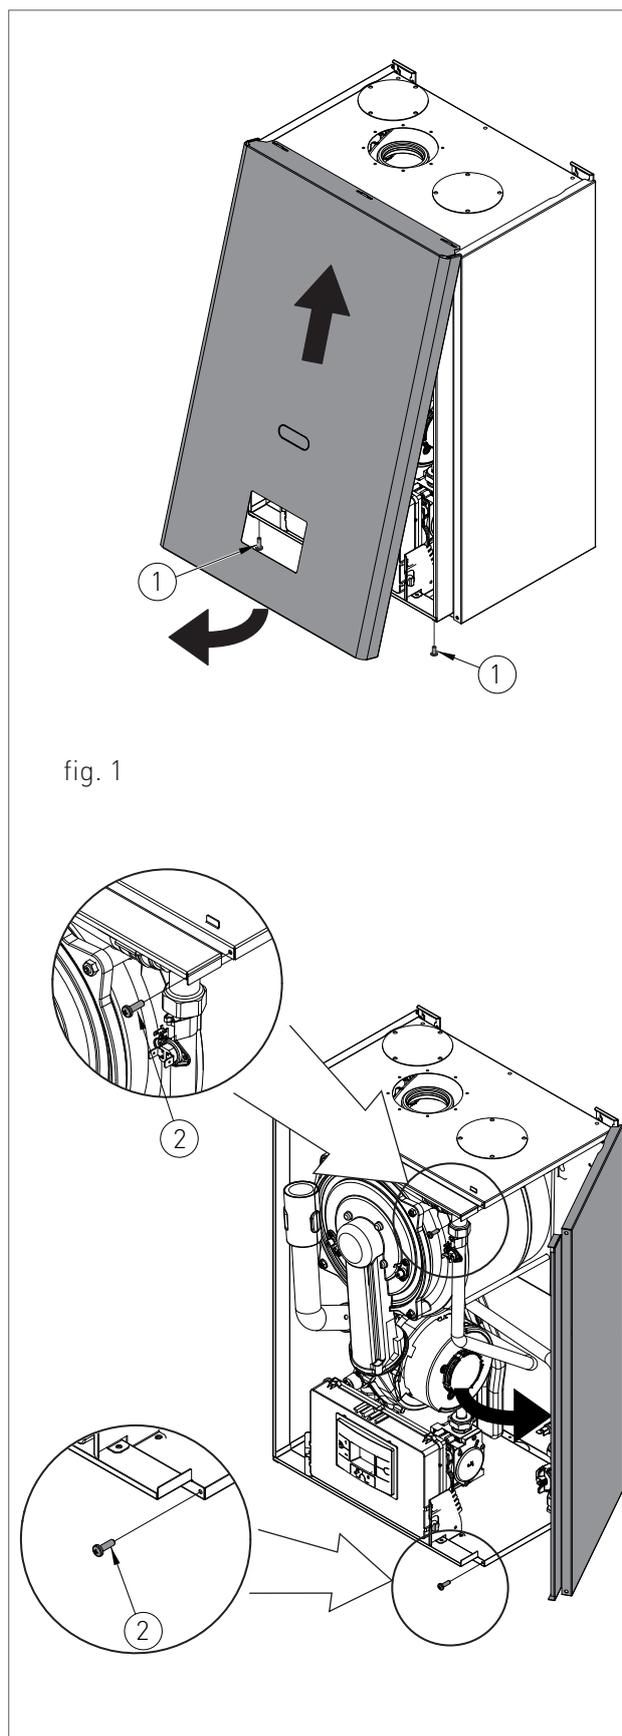

fig. 1
- › rimuovere le viti (1 - fig.1) di fissaggio poste nel bordo inferiore del pannello frontale;
- › afferrare il pannello frontale nella parte inferiore e, tirandolo verso se, estrarlo con movimento verso l'alto (vedi fig. 1).
- › rimuovere le viti (2 - fig.1) di fissaggio poste nel bordo frontale del pannello laterale;
- › afferrare la base del pannello e, dopo averlo spostato lateralmente, estrarlo alzandolo (vedi fig. 1).
- > Afferrare contemporaneamente le staffe di supporto del pannello comandi (fig. 1) allargandole e rovesciare il pannello, ruotandolo verso il basso;
- > svitare le due viti di fissaggio '1' - fig. 1;
- > disimpegnare i quattro ganci '2' - fig. 1;